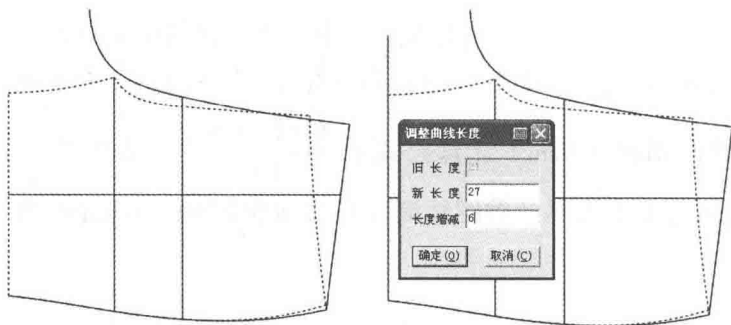

图 7-117 画后裤口线
(36) 选择  【智能笔】工具按着【Shift】键,右键点击后裤口线,进入【调整曲线长度】功能。输入增长量 6cm (图 7-117)。